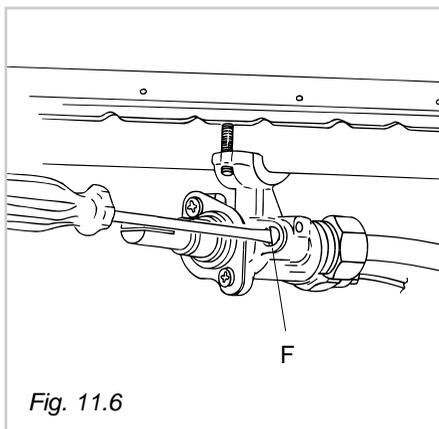

Fig. 11.6
I rubinetti del piano di lavoro sono dotati di valvolatura di sicurezza; in questi rubinetti la vite di regolazione del minimo è situata all'esterno del rubinetto (Fig. 11.6).
- Sfilare la manopola del rubinetto e passando attraverso il foro del frontale con un cacciavite a taglio agire sulla vite F (fig. 11.6) fino ad ottenere la fiamma desiderata.